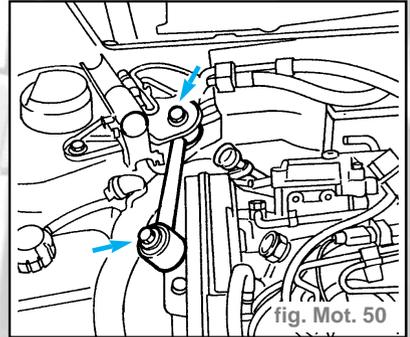

fig. Mot. 50
- Déposer la biellette de réaction de l'étrier de support en manoeuvrant les vis de fixation indiquées (fig. Mot. 50).